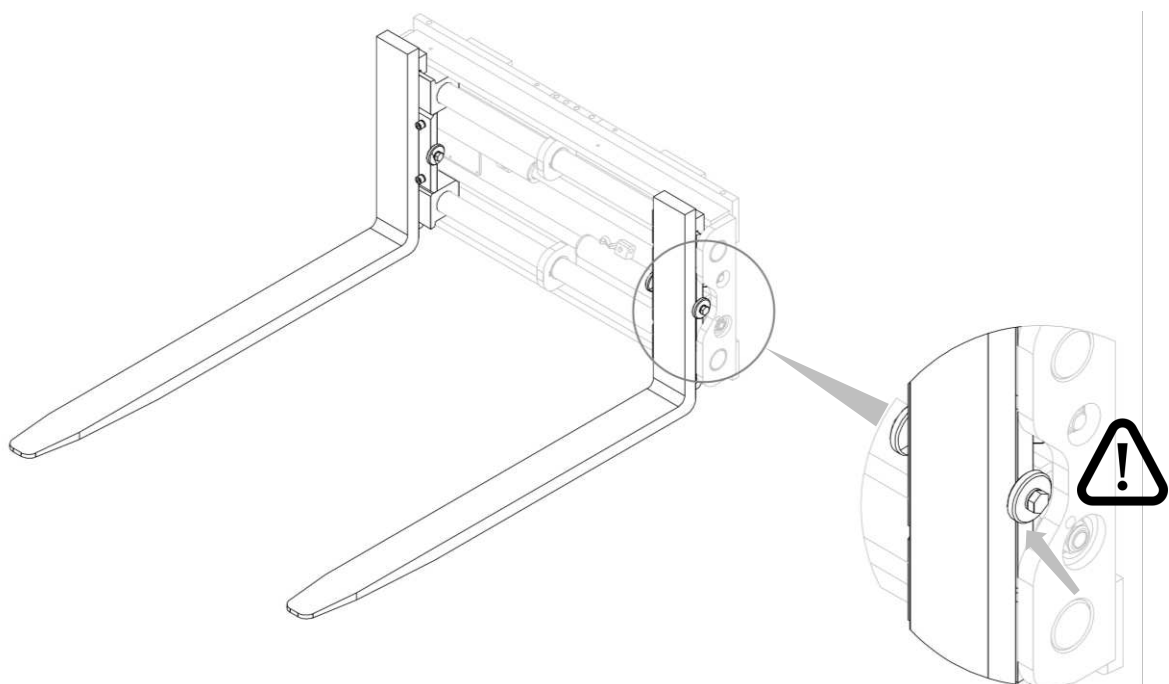

Figura 12
2. Inserire le forche e riavvitare i fermi forca (vedi Figura 12).